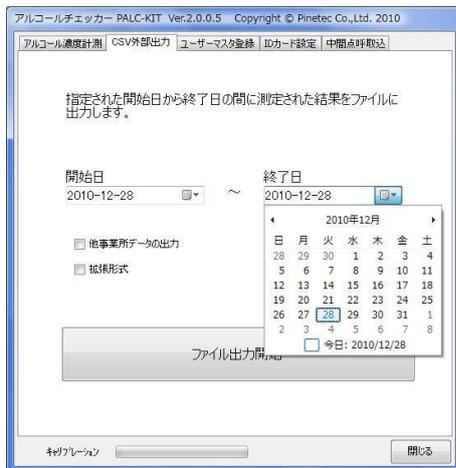

図 85 CSV 外部出力
①「CSV 外部出力」タブを選択し、CSV 外部出力画面を表示します。
② CSV ファイルに出力したい測定結果の開始日と終了日を入力します。▼をクリックすることによりカレンダーが表示されますので、カレンダー上から日付を選択することも可能です。(図 85)
③必要に応じて「他事業所データ出力」「拡張形式」のチェックボックスにチェックを入れます。
④ [ファイル出力開始] ボタンをクリックします。